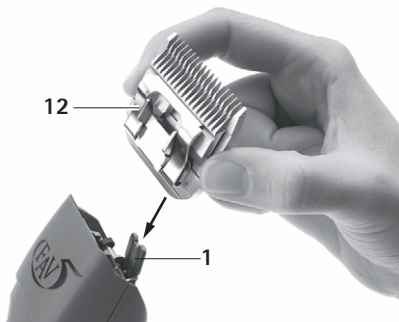

図 2
- カッターヘッド 12 を開いた刃のヒンジ 1 に差し込みます、を参照してください図 2。